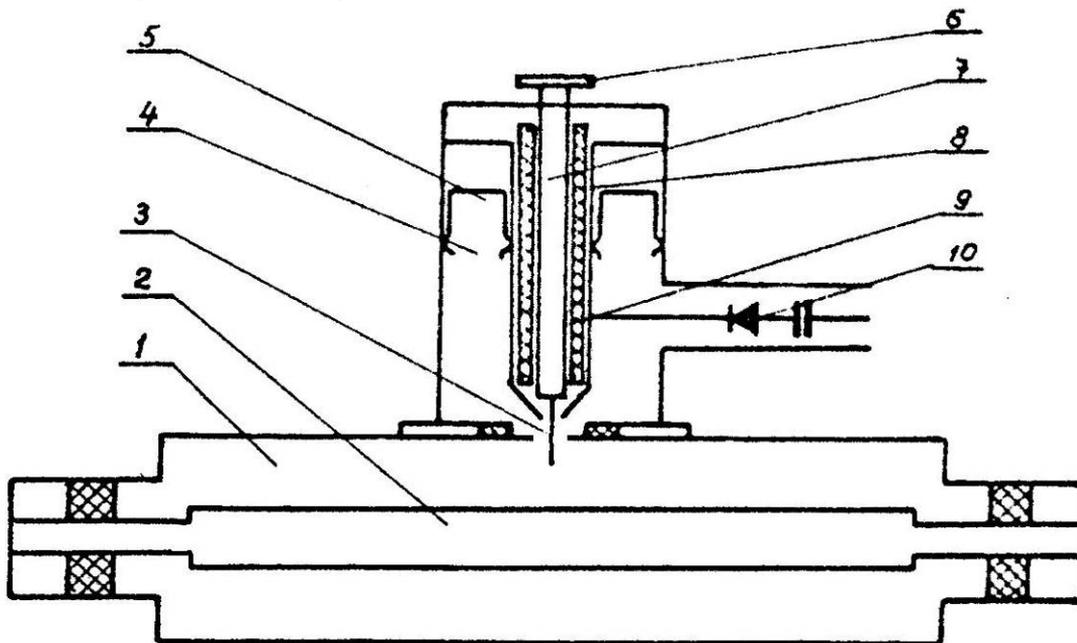

Рис. 1. Схема устройства измерительной линии типа PI-3
Основной частью прибора является (рис. 1) отрезок коаксиальной линии, внутренним проводником которой служит металлический стержень (2), а внешний проводник образован двумя металлическими пластинами (1), параллельными
- 4) Добиться с помощью настроечных элементов головки (поршень 5 и поршень 9, рис.1) максимального отклонения стрелки индикаторного прибора цепи детектора.